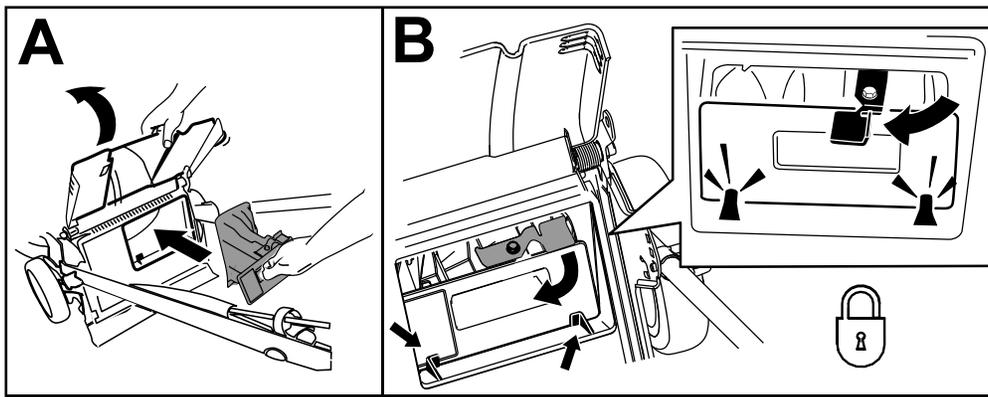

図 24
**重要** 後部プラグがロックされていることを確認してください。プラグをロックするには後部のデフレクタ 図 24 を上げ、プラグがパチンと音を立てて嵌まるまでタブの後ろからしっかり押し付け、プラグのレバーを左に回します 図 24。